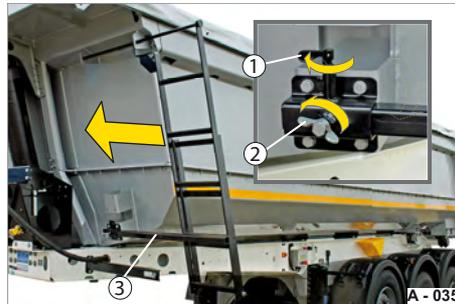

Abb. 45 Aufstiegsleiter einschieben
- ▶ Lösen Sie die Fixierschraube (Abb. 45/2).
- ▶ Schwenken Sie den Sicherungsstift (Abb. 45/1) nach oben. Der Träger (Abb. 45/3) der Aufstiegsleiter ist freigegeben.